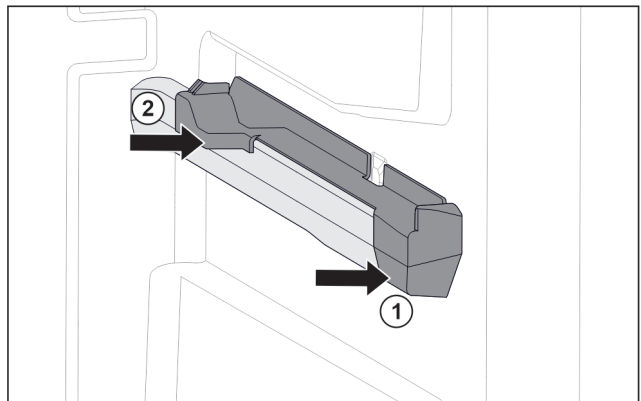

Fig. 42 Вставна частина на правому ребрі для резервуару
- Одягти вставну частину вперед на ребро резервуару. Fig. 42 (1)
- Притиснути вставну частину позаду. Fig. 42 (2)